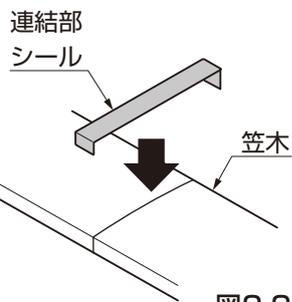

図2-2
- ② 笠木端部キャップを【4-1】で取付けてください。
- ③ 笠木連結部には連結部シールを笠木に合わせてカットして笠木に張付けてください。(図2-2参照)